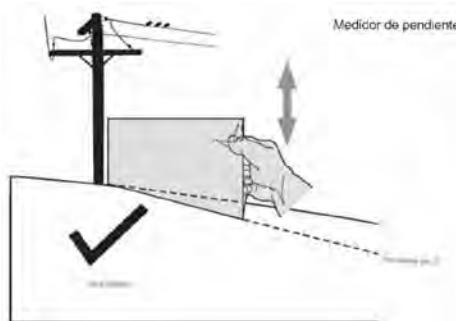
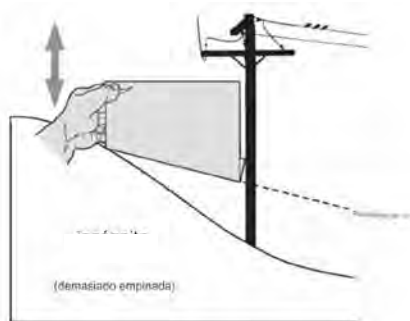

Figura 1
Figura 2
3. Alinee cada lado del medidor de pendiente con el objeto (ver Figura 1 y Figura 2).
4. Ajuste el medidor hacia arriba o hacia abajo hasta que la esquina izquierda toque la pendiente (ver Figura 1 y Figura 2).
Si hay un espacio debajo del medidor, la pendiente es demasiado empinada para una operación segura (ver Figura 2 arriba).